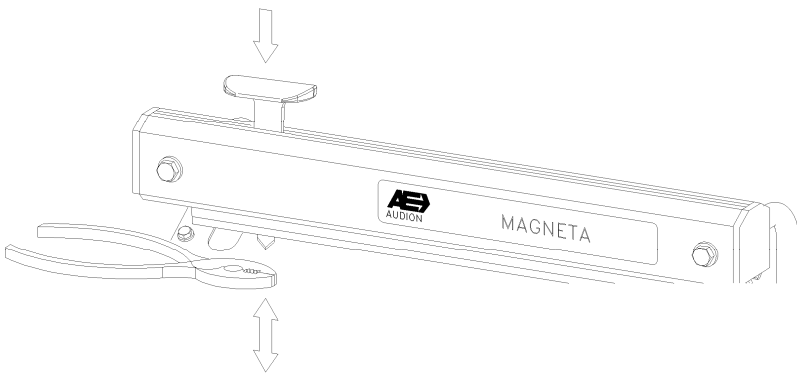

Fig. 3
8. Si le couteau est usé ou abîmé, on peut l'extraire de son support en pressant le bouton et en même temps le tirant à l'aide d'une pince. Agir de façon similaire pour le remplacer (fig. 3).
8. La lama usurata può essere sostituita semplicemente premendo il portalama, estraendo la vecchia lama e inserendone una nuova. E' consigliabile usare pinze (fig. 3).
8. Quando a lâmina deixar de cortar pode ser substituída, empurrando a lâmina para trás introduzindo depois uma nova (recomenda-se o uso de uma pinça Fig. 3).
8. Når kniven er slidt eller knækket kan denne udskiftes ved at trykke knivholderen ned, hive kniven ud og isætte en ny. Det kan anbefales evt. at benytte en fladtang. (fig 3).
8. Förslitning avskärning - Ett slött knivblad utbytes genom att pressa ned den röda knivhållaren och dra ut knivbladet rakt ned (lämpligen med hjälp av en täng) och trycka in ett nytt emellan den fjädringsbelastade plåten i knivsläden (fig. 3).
8. En slitt kniv skiftes enkelt ved å trykke ned den røde knivholderen, dra ut den gamle kniven og skyv inn en ny. Kniven er meget skarp og det anbefales derfor å holde kniven med en tang (fig. 3).